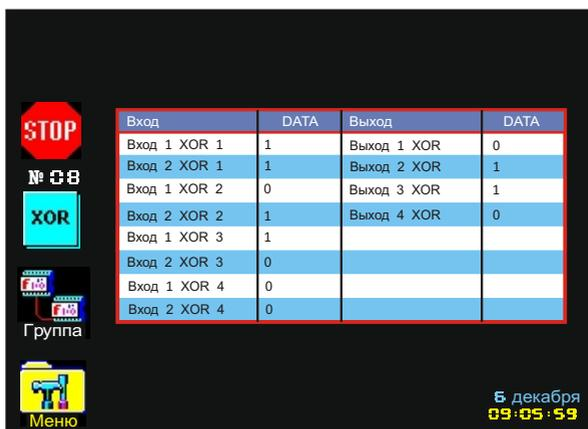

Рис. 73. Меню "Процесс" (Блок "Исключающее ИЛИ").
9.3.13 В меню **Процесс** блок Исключающее ИЛИ представлен в виде таблицы, в которой находится информация о состоянии 8-ми входов и 4-х выходов блока в данный момент времени (Рис. 73).